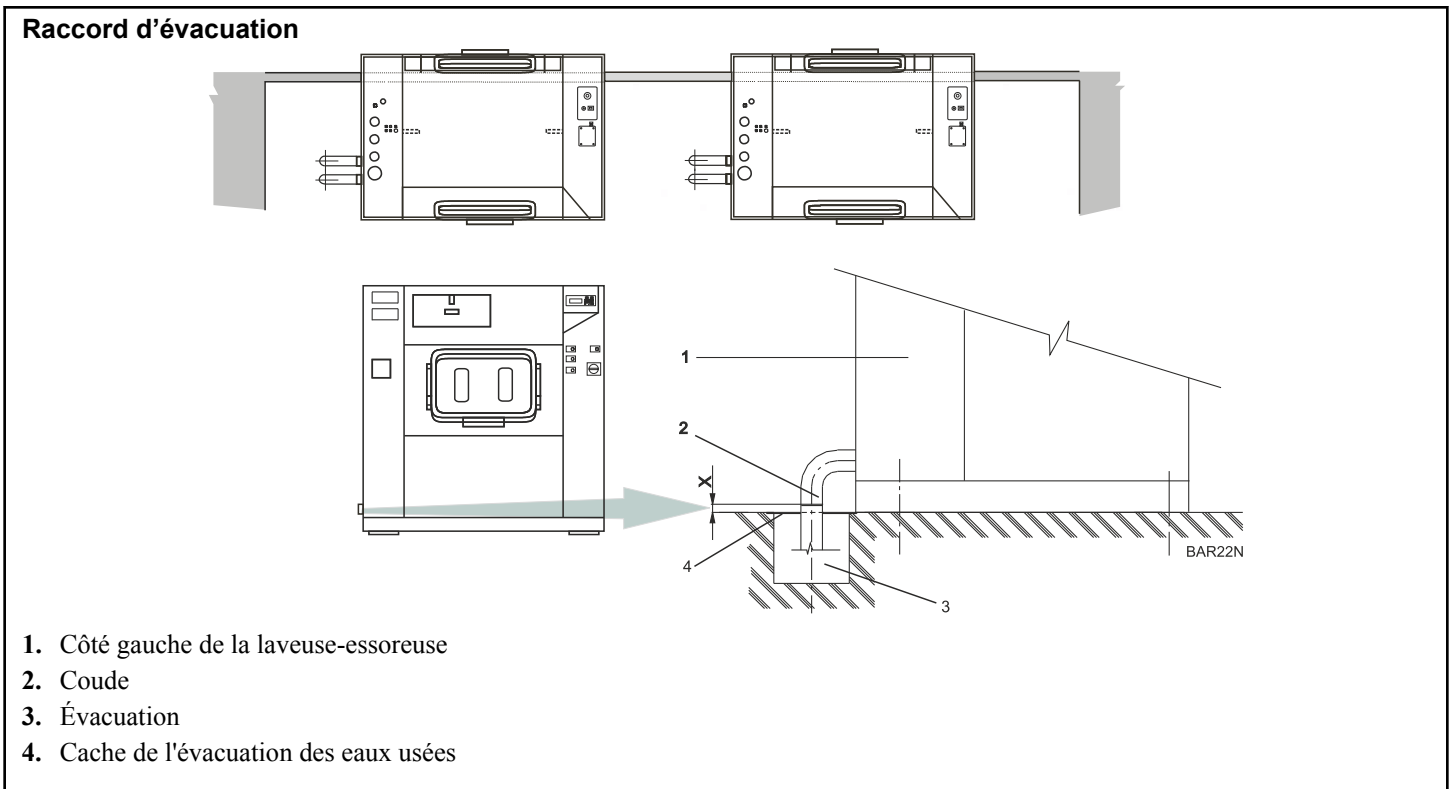

Figure 16
- Laissez au moins 30 mm [1,18 po.] de flexible pour placer le collier, entre la machine et votre évacuation, dimension « X ». Voir *Figure 16*, dimension X.